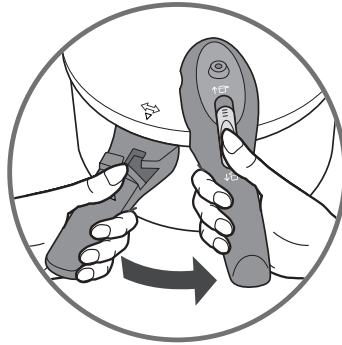

Fig 2
La main gauche tenant la poignée longue de cuve (L), tournez avec votre main droite la poignée longue de couvercle (F) dans le sens inverse des aiguilles d'une montre, jusqu'à ouverture - Fig 2. Puis soulevez le couvercle.